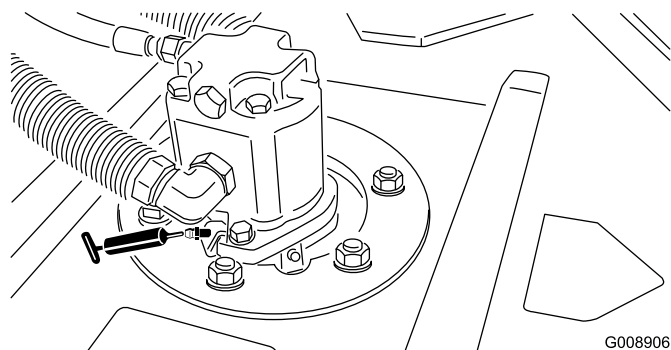

Figura 35
- Rolamentos do eixo da unidade de corte (2 por cada unidade de corte) (Figura 35)